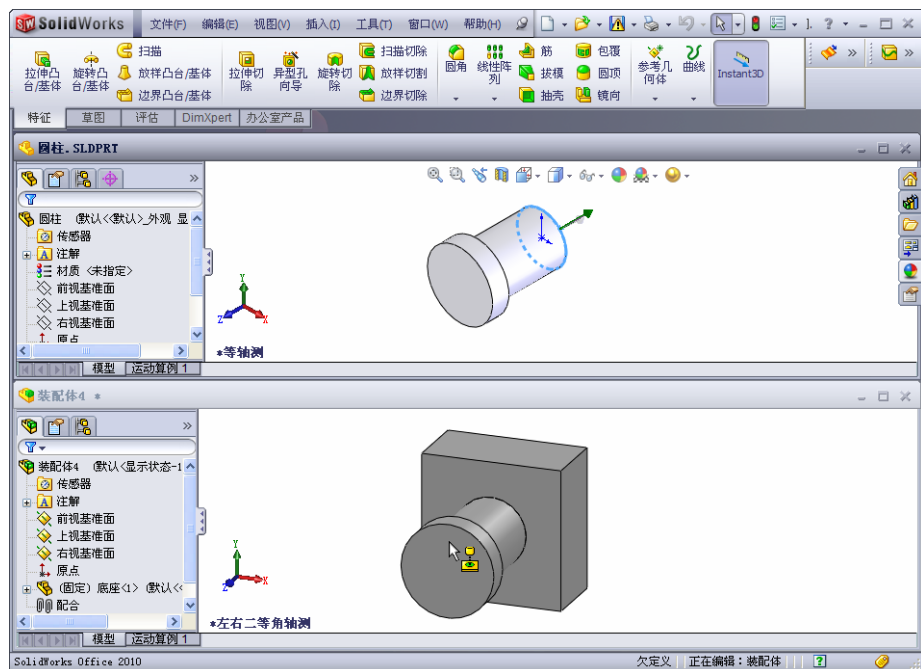

图 11-42 装配体的预览模式
⑤ 插入零件。在“圆柱”零件窗口中，左键单击图 11-41 中的边线 1，然后拖动零件到装配体文件中，零件进入装配体文件中。如图 11-42 所示。